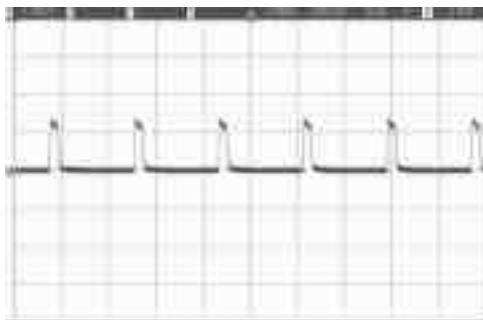

Рис. 4.11. Осциллограмма сигналов управления диодно – тиристорным модулем (200 мкс/дел; 1,0 В/дел).
Примерный вид импульсов управления диодно – тиристорным модулем представлен на рис. 4.11.
4.9.5. Выполнить п. 4.9.3. для каналов S и T. В случае, если на плате управления тиристорами один или несколько контрольных светодиодов не светятся, или осциллограмма сигналов управления какого-либо канала не соответствует рис. 4.11 или показания прибора при измерении сопротивления контактов колодки ТВ1 не соответствуют обрыву цепи - плата управления тиристорами считается неисправной и подлежит замене в соответствии с п. 5.12.